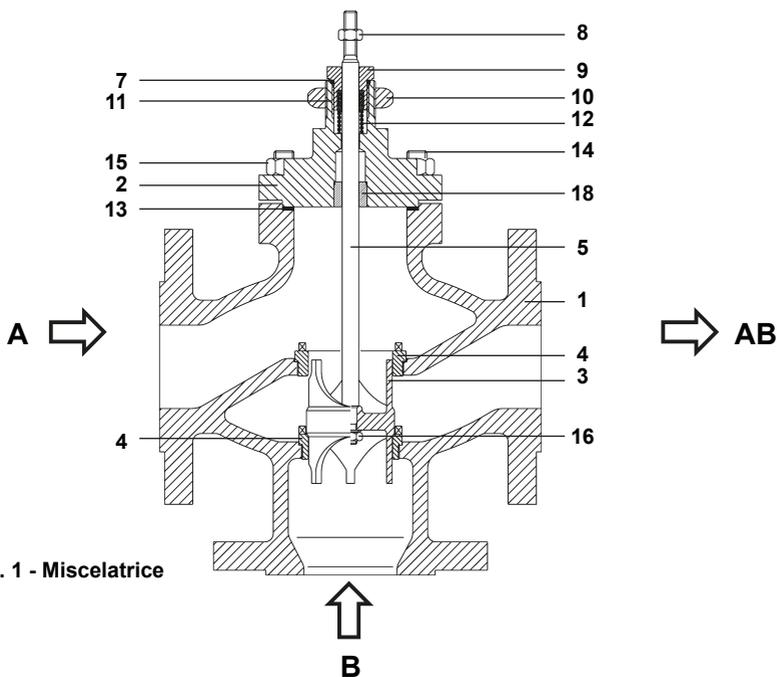
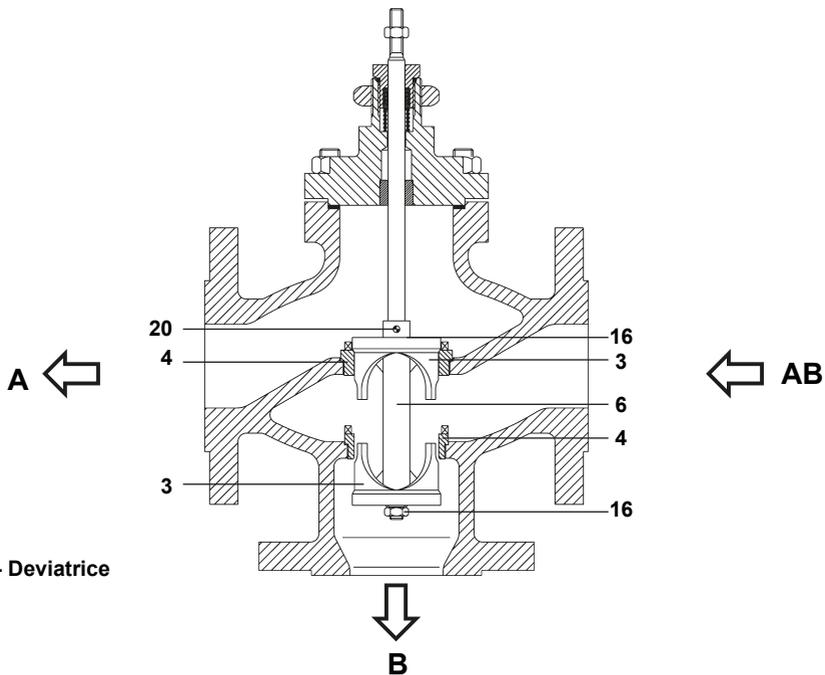

Fig. 1 - Miscelatrice
Fig. 2 - Deviatrice
4.2.1 Procedura per sostituire il premistoppa in PTFE (Fig. 1, 2 e 4)
- c) Togliere il dado (8).
- d) Svitare il dado del premistoppa (9), sfilare la molla (12) dall'asta, e levare la bussola inferiore, il gruppo anelli e la bussola superiore dal dado premistoppa (9).
- e) Esaminare le parti per rilevare eventuali segni di danni o deterioramento. Tracce di scorie o depositi sull'asta della valvola (5) porterebbero presto a danneggiare la tenuta, pertanto se ne consiglia la sostituzione. Nel caso si renda necessario sostituire l'asta (5), seguire le istruzioni al paragrafo 4.2.
- f) Per sostituire il gruppo tenuta asta (11) con uno nuovo, per prima cosa sistemare la molla (12) sopra l'asta della valvola. La bussola superiore (17a) (solo per valvole DN15-50), i nuovi anelli di tenuta e la bussola inferiore (17b), devono essere inseriti saldamente dentro il dado del premistoppa (9), come indicato alla Fig. 2, facendo attenzione a non danneggiare i bordi di tenuta. Sistemare la nuova guarnizione (7) nel suo alloggiamento. Rimontare il dado del premistoppa (9) infilandolo nell'asta, avvitandolo con cura per non danneggiare la guarnizione. Serrare alla coppia indicata in tab.1.
- g) Assicurarsi che l'asta (5) si muova liberamente.
4.2.2 Procedura per sostituire il premistoppa in grafite (Fig. 1, 2 e 5)